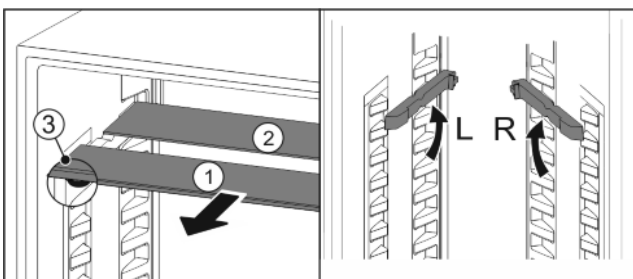

Fig. 19
- ▶ Sortir les tablettes par l'avant Fig. 19 (1).
- ▷ La tablette Fig. 19 (1) équipée de butées se trouve à l'avant.
- ▷ Les butées sont tournées vers le bas Fig. 19 (3).